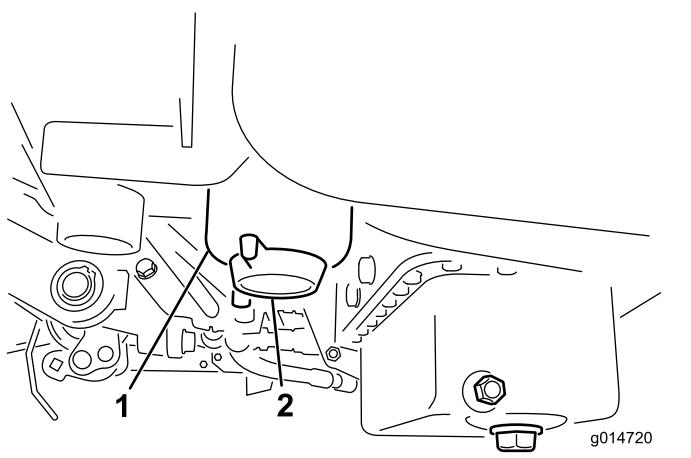

図 46
2. フィルタ容器(図46)の周辺をウェスできれいにぬぐう。
4. フィルタのドレンプラグを開く図46。